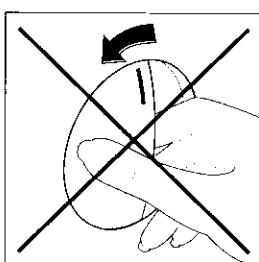

Fig. 16
Attention! Ne tournez pas le bouton programmes (P) dans le sens contraire à celui des aiguilles d'une montre (Fig. 16).